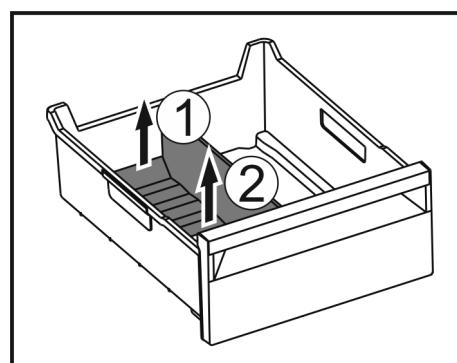

Fig. 126
- Zdvíhnite zadnú časť oddelovača zásuvky na ľad. Fig. 126 (1)
- Odoberte oddelovač zásuvky na ľad nahor. Fig. 126 (2)